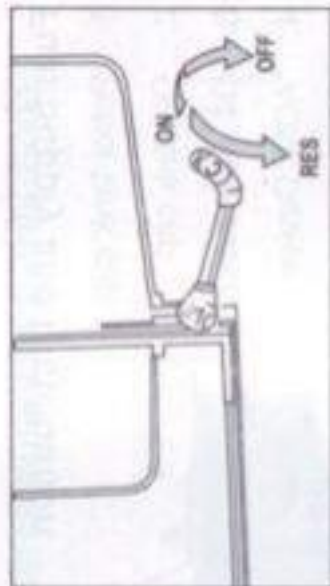

Fig. 12
Control of flow of petrol (fig. 12): There is a fuel cock below the saddle which has 3 positions: (ON) for regular flow of petrol from the tank to the engine; (OFF) for stopping the petrol supply and (RES) to be activated when the need arises. If the vehicle stops on account of lack of petrol, turn the cock to (RES) i.e. 'RESERVE' position. There is one litre of petrol kept in reserve in your tank for any emergency.
Controllo del flusso della benzina : (fig. 12) C'è il rubinetto del carburante con tre posizioni diverse. (APERTO) per un flusso regolare di benzina dal serbatoio al motore. (CHIUSO) per fermare la benzina e (RISERVA) da attivare in caso di necessità. Se il veicolo si ferma a causa di mancanza di benzina, girare il rubinetto nella posizione di RISERVA per utilizzare un litro di benzina di emergenza.